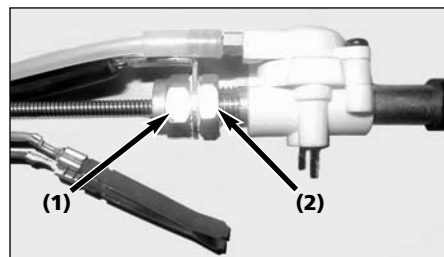

Figura 4a - Sostenga la tuerca de compresión (1), afloje la tuerca de bloqueo (2)
5. Con dos llaves de 14 mm, sostenga la tuerca de compresión y afloje la tuerca de bloqueo (ver Figura 4a). Luego retire la tuerca de compresión.